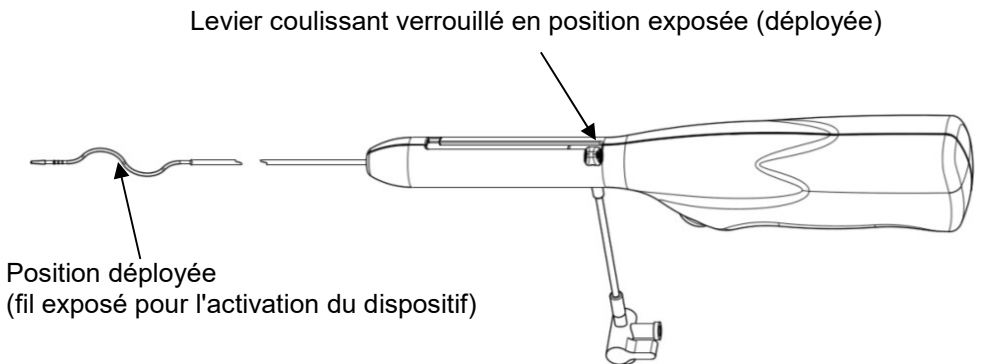

Figure 4
12. Avancer l'extrémité flexible jusqu'à la partie la plus distale du caillot. Exposer le fil sinusoïdal. Pour ce faire, déverrouiller et rétracter complètement le levier coulissant, puis tourner ce dernier jusqu'à entendre un « clic » (voir la Figure 4). Confirmer la position du dispositif dans le site de traitement par radioscopie. Appuyer sur l'interrupteur MARCHE/ARRÊT pour activer la rotation.
11. Dans une greffe, avancer l'extrémité flexible jusqu'à l'anastomose veineuse. **Avertissement : ne pas avancer l'extrémité flexible au-delà de l'anastomose.** Dans une fistule, avancer l'extrémité flexible jusqu'à la partie la plus centrale du caillot. Exposer le fil sinusoïdal. Pour ce faire, déverrouiller et rétracter complètement le levier coulissant, puis tourner ce dernier jusqu'à entendre un « clic » (voir la Figure 4). Confirmer la position du dispositif dans la fistule ou la